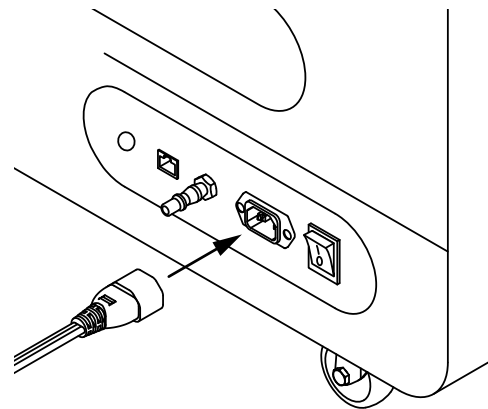

Fig. 5.1 Anschluss des Stromkabels an den Netzanschluss.
1. Schließe den Drucker an die Stromversorgung an (Abb. 5.1).